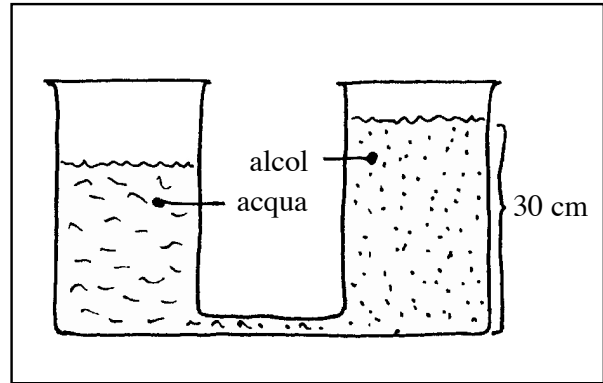

Fig. 9.25. Per l'esercizio 2
2. Nel recipiente a sinistra in fig. 9.25 c'è acqua, in quello a destra alcol. Il confine tra i due liquidi è nel tubo orizzontale. Il livello del liquido nel recipiente a destra è più alto che nell'altro. Perché? Qual è la differenza di altezza? ($\rho_{\text{alcol}} = 790 \text{ kg/m}^3$)